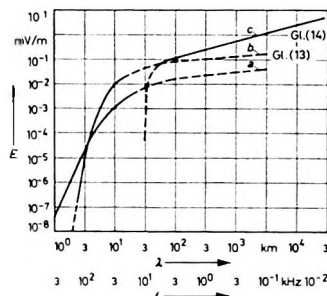

Bild 3. Berechnete Feldstärke langer Wellen in 10000 km Entfernung; a nach Gl. (9), b nach Gl. (13), c nach Gl. (14)
Berechnet man die Feldstärke in Abhängigkeit von der Wellenlänge nach den Gleichungen (9), (13) und (14), so erhält man Bild 3 [2]. Daraus ersieht man, daß